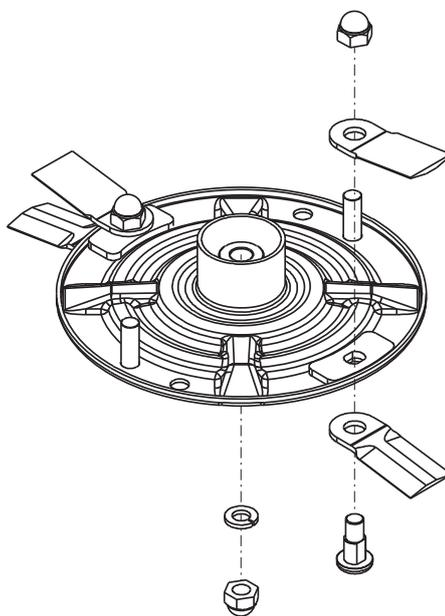

Abb. 11
- Tauschen Sie die Messer aus und montieren Sie die Messer wie in Abb. 11 gezeigt.